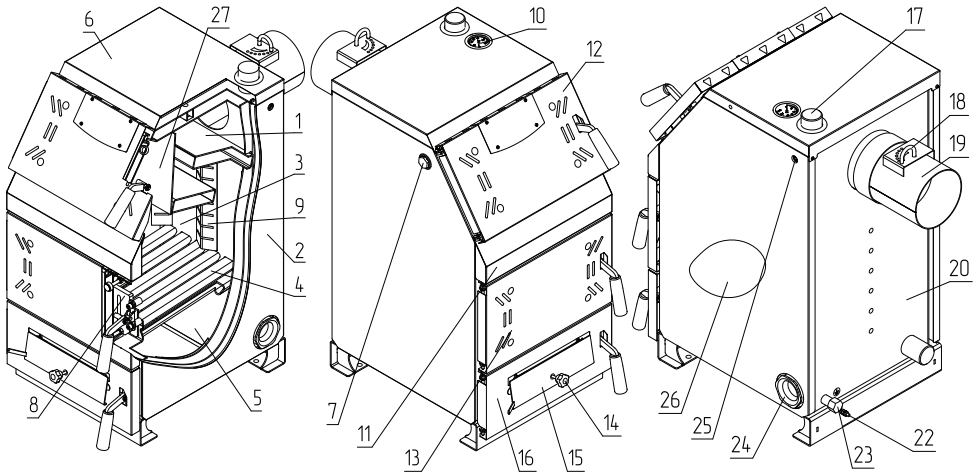

Рис.1 Устройство котла ZOTA Тополь-ВК
- Зольного ящика (**Рис.1, поз.5**);
- Заслонки (**Рис.1, поз.27**);
- Шуровочной решетки (**Рис.1, поз.8**);
- Установка блоков ТЭН происходит в нижней части котла вместо заглушки (**Рис.1, поз.24**);
- Датчик температуры панели управления устанавливается в гнездо (**Рис.1, поз.25**) на боковой стенке котла.